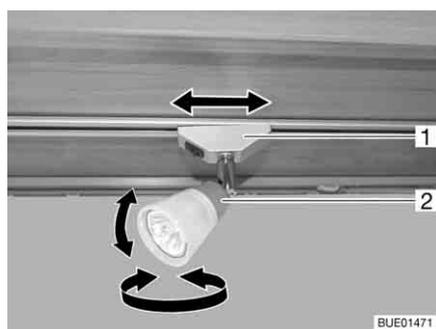
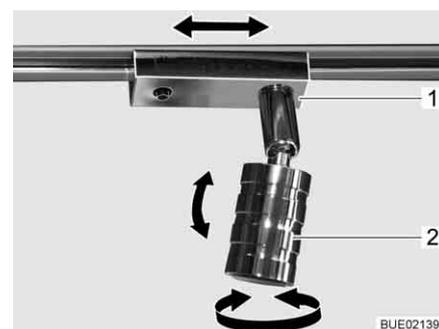

Fig. 60 Faretto
Fig. 61 Faretto (alternativa)
**Orientamento:** ■ Afferrare l'involucro (Fig. 60,2 o Fig. 61,2) e girarlo.
**Posizionamento:** ■ Afferrare lo zoccolo (Fig. 60,1 o Fig. 61,1) e ruotarlo di circa 45°.
**Smontaggio:** ■ Afferrare lo zoccolo (Fig. 60,1 o Fig. 61,1) e ruotarlo di 90°.